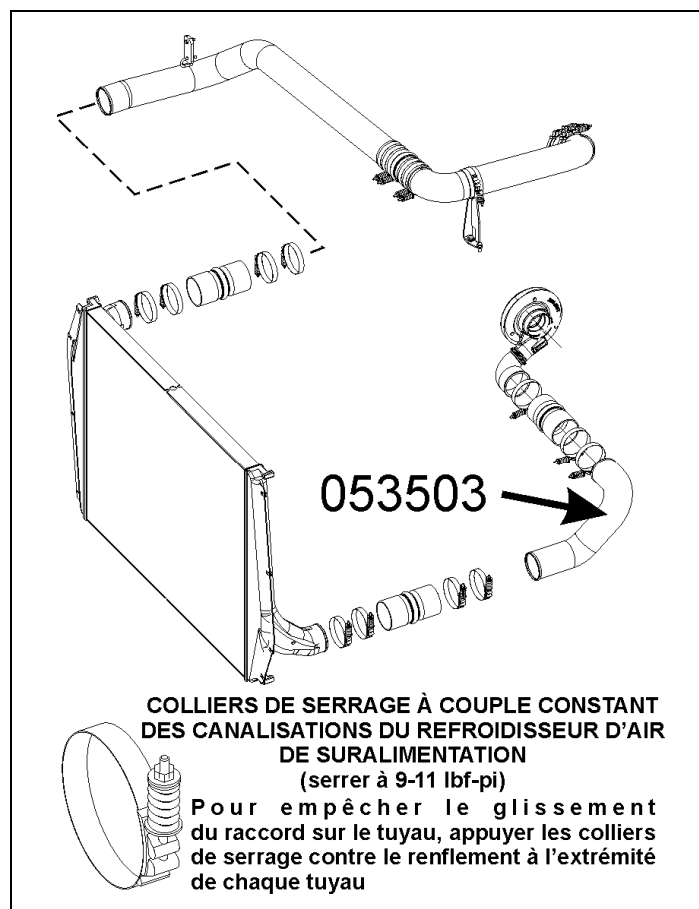

FIGURE 2 : TUYAU DE RACCORDEMENT
5. Serrer les colliers de serrage à un couple de 9-11 lbf-pi (Voir la figure 2).